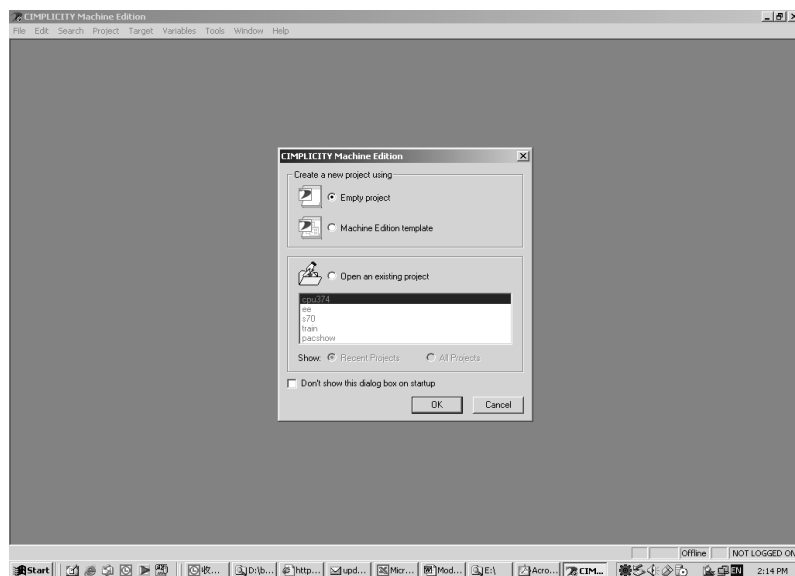

图 19
1. 打开 ME 软件，选择“Empty Project”，见图 19